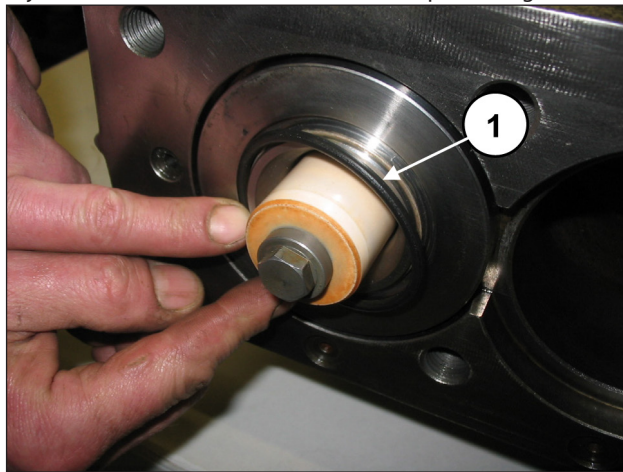

Fig. 161
Montar la junta tórica frontal de la camisa (pos. ①, Fig. 161) y la junta tórica del orificio de recirculación (pos. ①, Fig. 162).